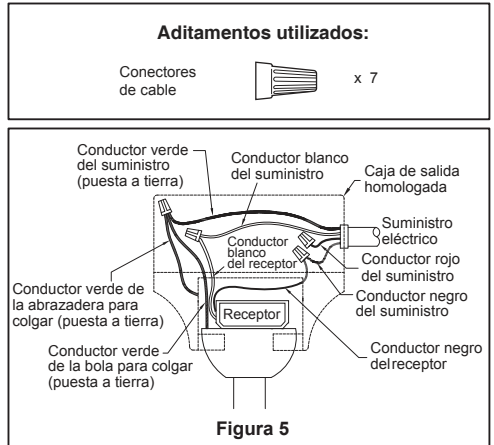

Figura 5
5. Pase los cables a través de la cubierta de unión del motor y coloque el cubierta de unión del motor en el varilla. Asiente la cubierta de unión del motor en el unidad del motor. (Figura 5)
4. Una vez realizadas las conexiones, los cables deben ser colocados de forma extendida poniendo el conductor de la toma de tierra y el conductor de toma de tierra del equipo a un lado de la caja, colocando el conductor sin toma de tierra en el otro lado de la caja. gire los conductores hacia arriba y, con cuidado, colóquelos dentro de la caja de salida; con los conductores blancos y verdes hacia un lado y los conductores negros hacia el otro. (Figura 5)
5. Funciones del control remoto: (Figura 5)